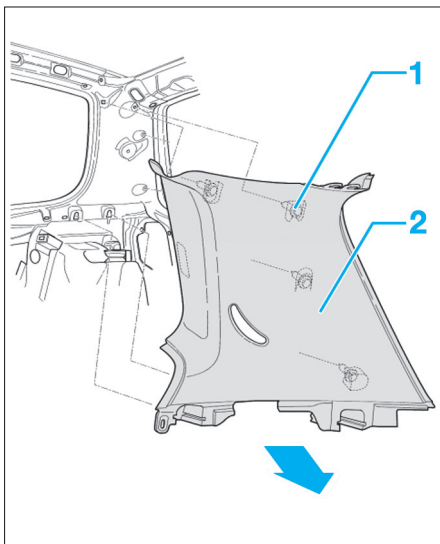
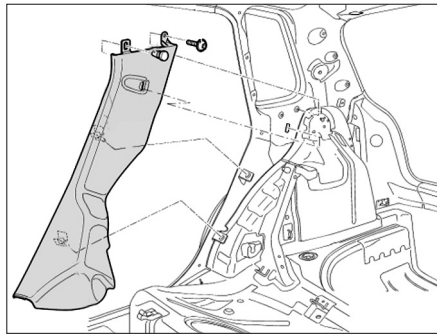

Fig. 4
Fig. 5
- Dégraffer le revêtement supérieur des montants C, au niveau des points de jonction avec le ciel prémoulé, de ses logements dans la carrosserie, modèles 3 portes (Fig.4) ou 5 portes (Fig.5).